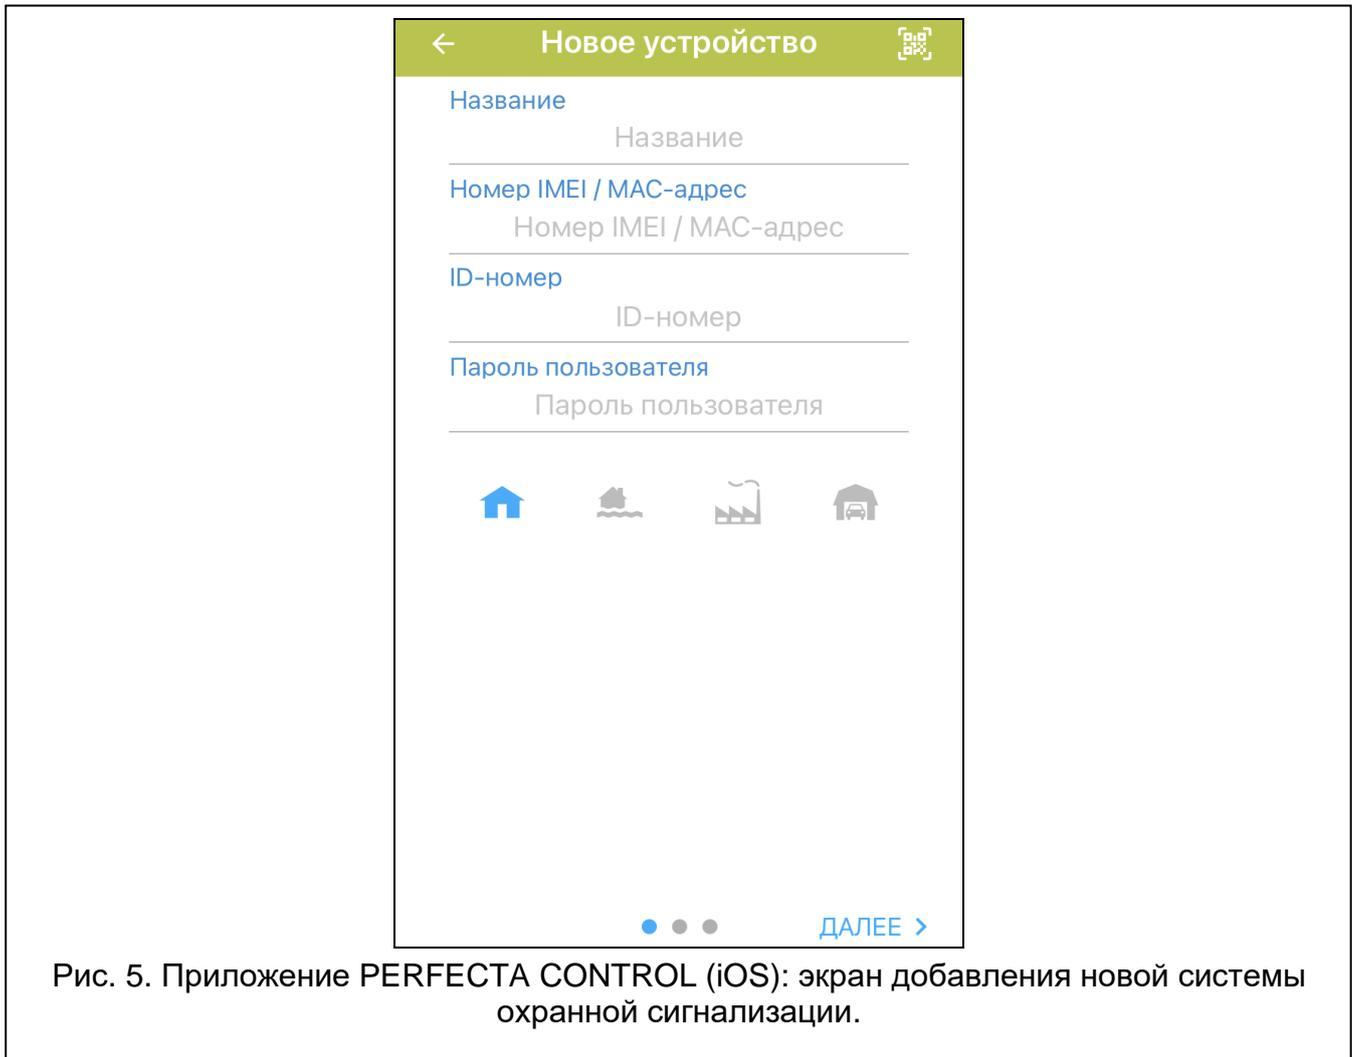

Рис. 5. Приложение PERFECTA CONTROL (iOS): экран добавления новой системы охранной сигнализации.
4. Отобразится экран добавления новой системы охранной сигнализации (рис. 5).